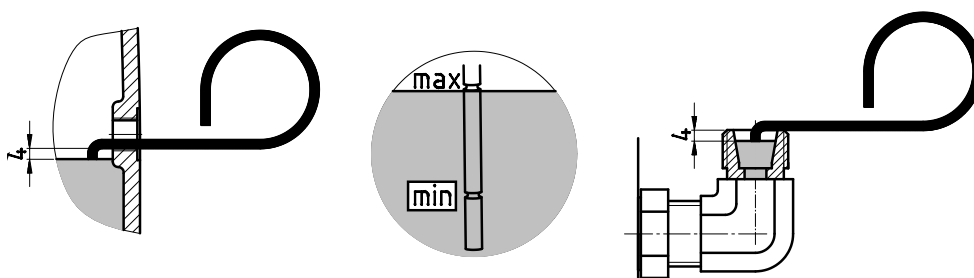

Figura 27: Verificarea nivelului uleiului cu joja de ulei
3. Verificați nivelul uleiului din mecanismul de transmisie cu ajutorul jojei de ulei alăturate (nr. reper: 283 0050) conform prezentării din Figura 27 (imaginea din stânga și din dreapta). Pentru aceasta mențineți vertical partea jojei de ulei imersată în ulei.
Nivelul uleiului trebuie verificat cu ajutorul unui șurub de închidere cu tijă de nivel (filet G1¼) în recipientul pentru nivelul uleiului. Nivelul uleiului trebuie să se afle între marcajul inferior și cel superior când tija de nivel este complet înșurubată, a se vedea Figura 27 (figura mijlocie). Aceste mecanisme de transmisie pot fi operate numai în forma constructivă prezentată la capitolul 7.1 "Forme constructive și poziția de montaj".